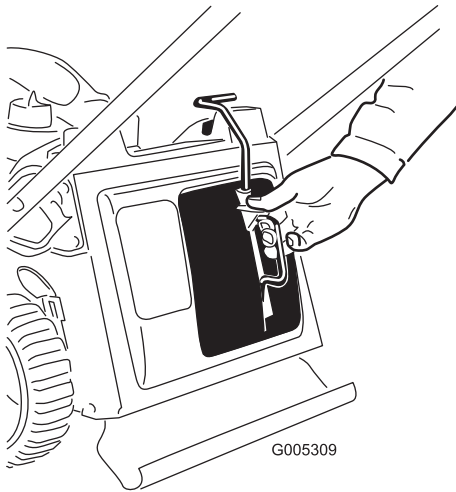

Bild 27
1. Entfernen Sie den Recycler-Verschluss (Bild 27).